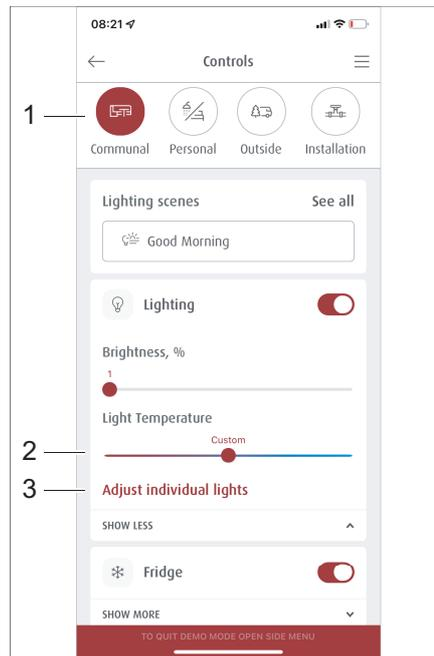
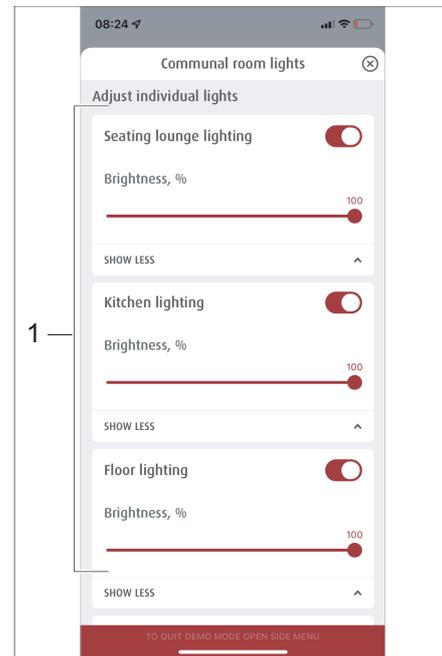

Fig. 293 Selección de escenarios preparados
Fig. 294 Gestión de escenarios
- Presionar en el menú *Manejo* la opción *Vivir y estar* (Fig. 293,1).
- Presionar en el menú *Vivir y estar* en *Ajustar luces de manera individual* (Fig. 293,3).
Se abre el menú *Ajustar luces de manera individual* (Fig. 294).
- En la selección de iluminación (Fig. 294,1) seleccionar la iluminación deseada y usar el control deslizante (Fig. 293,2) para ajustar la temperatura de la luz.